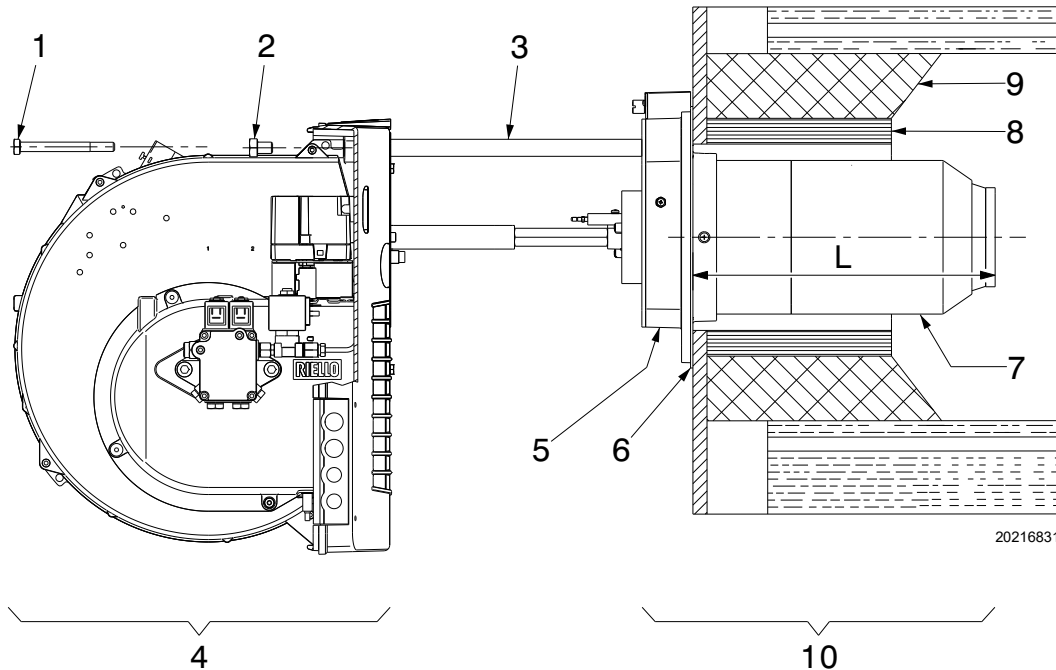

Fig. 10
Realizar una protección de material refractario 8)(Fig. 10), entre material refractario de caldera 9) y tubo llama 7).
- En caso de que se deba sustituir la boquilla con el quemador ya colocado en la caldera, abrir el quemador en las guías como en la Fig. 10, pág. 13, después de haber montado los alargadores 16)(Fig. 5, pág. 10), y proceder como se describió anteriormente.